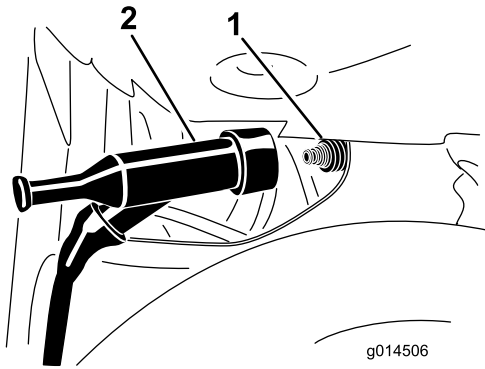

Figura 45
- Desconecte el cable de la bujía del terminal de la bujía (Figura 45).
- Conecte el cable de la bujía a presión en el terminal de la bujía (Figura 45).